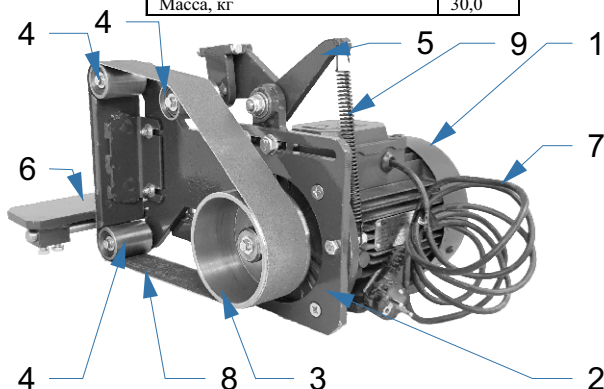
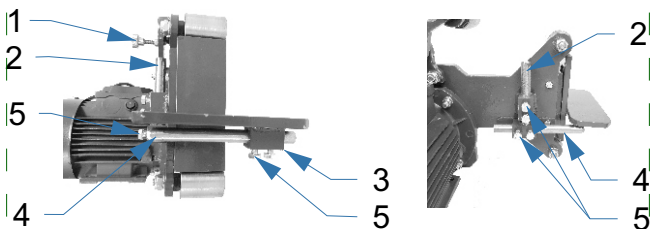

Рисунок 1. Общее устройство ленточного шлифовального станка «Гриндер»:
Рисунок 2. Регулировка рабочей площадки:
2.1 Основные узлы «Гриндера» обозначены на рис. 1.
Электрический двигатель (рис.1, поз.1) однофазный асинхронный с пусковым конденсатором. Мощность двигателя 1100 Вт. Работает от сети переменного тока с напряжением 220В. Частота вращения выходного шкива 2500 об/мин.
Рамка (рис.1, поз.2) служит платформой для крепления всех связующих роликов (рис.1, поз.4), механизма натяжения (рис.1, поз.5) и рабочей площадки (рис.1, поз.6). Крепится к двигателю (рис.1, поз.1) при помощи 4 болтов.†
Ведущий ролик (рис.1, поз.3) идет от ведущего шкива. Диаметр ролика - 110 мм. Материал, из которого выполнен ролик (рис.1, поз.3) - сталь.†
Дополнительные ролики (рис.1, поз.4) - это 3 дополнительных подшипниковых ролика, позволяющие использовать ленту (рис.1, поз.8) длиной 910 мм. Материал дополнительных роликов (рис.1, поз.4) - сталь. Механизм натяжения (рис.1, поз.5) ленты с 4-мя роликами (рис.1, поз.3, 4) очень удобный. По мере использования ленты, она растягивается в результате изнашивания. В связи с этим в нашем станке предусматривается свободный механизм натяжения с помощью пружины (рис.1, поз.9).
Натяжитель (рис.1, поз.5) или по иному механизм натяжения ленты. Соединен с рамкой (рис.1, поз.2) пружинной (рис.1, поз.9).
Регулировка положения ленты осуществляется регулировочным винтом (рис.2, поз. 1), для центровки положения ленты на роликах.
Рабочая площадка (рис.1, поз.6) - это регулируемая площадка для установки заготовок. Важной особенностью рабочей площадки является:
- регулировка по высоте (рис.2, поз. 2);
- регулировка угла наклона (рис.2, поз. 3);
- регулировка расстояния до ленты (рис.2, поз. 4).
Рабочая площадка оснащена 2-мя направляющими (рис.2, поз. 2, 4) для регулирования высоты площадки и расстояния от шлифовальной ленты. Регулировка каждой оси производится путем ослабления/закрепления 2-х зажимных болтов (рис.2, поз. 5).
Угол наклона рабочей площадки (рис.2, поз.3) также регулируется 2-мя регулировочными болтами (рис.2, поз.5), расположенными под площадкой.
3.1 Перед установкой, извлечь из упаковки и установить рабочую площадку (рис.1, поз.5), предварительно выкрутив два болта (рис.2, поз.5).
3.3 Установить шлифовальную ленту путем отклонения натяжителя (рис.1, поз.5).
3.4 Регулировка положения ленты осуществляется регулировочным винтом (рис.2, поз. 1).
Замена выполняется путем ослабления механизма натяжителя (рис.1, поз.5) и регулировки шлифовальной ленты (рис.2, поз.1).